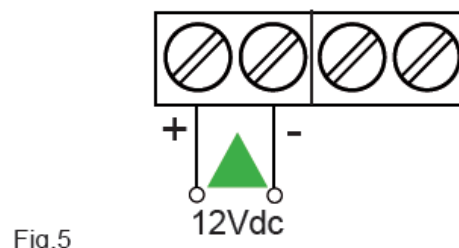

Fig.5
- Sous **12Vcc** sur les bornes " + " et " - " (Fig.5).